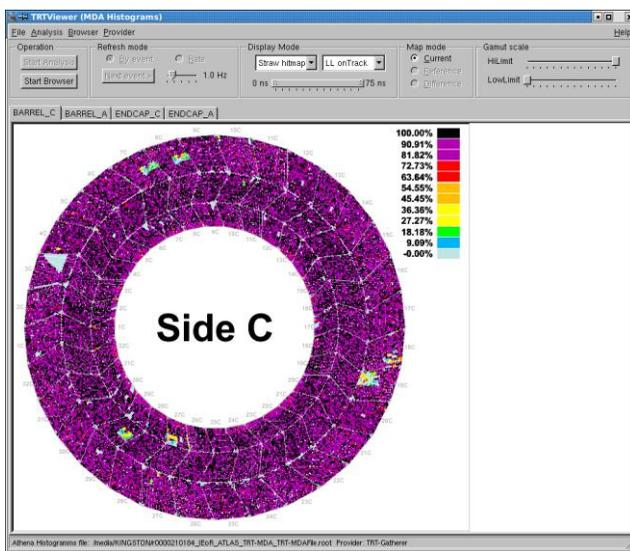

Рис. 3.4
16. Запустите TRTViewer в режиме ATHENA\_Viewer, в котором источником данных являются сохраненные общей для ATLAS on-line программой мониторинга ROOT файлы. (см пример на рис. 3.4) Просмотрите карту эффективности каналов. Найдите проблемные области в детекторе TRT. Как вы думаете – с чем связаны эти проблемы: с работой высоковольтной системы или работой считывающей электроники? Почему?